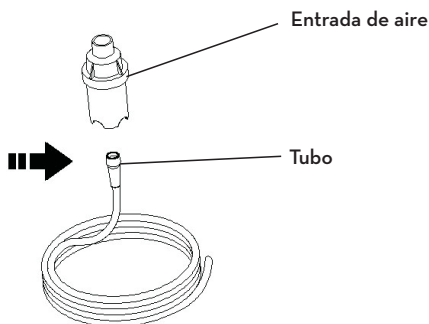

Figura 6-2
10. Presione firmemente el otro extremo de la tubería dentro de la parte de abajo de la taza del nebulizador (Figura 6-2).